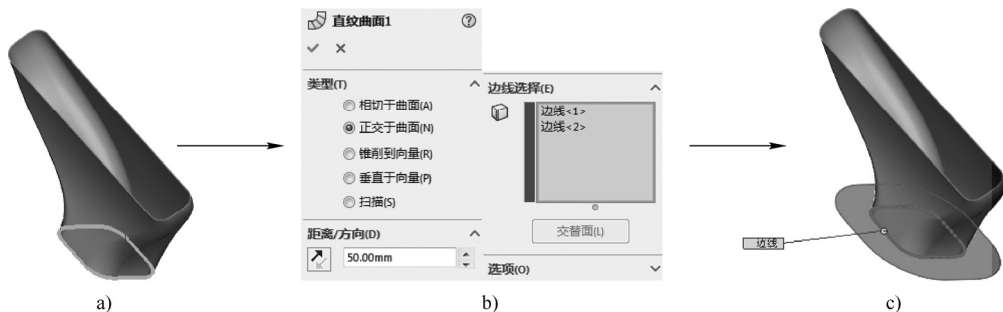

图 5-49 “正交于曲面”方式创建直纹曲面的操作
- 正交于曲面: 此类型创建的直纹曲面与共享一边线的曲面垂直,如图 5-49 所示,创建曲面时可调整直纹曲面的方向与距离值。